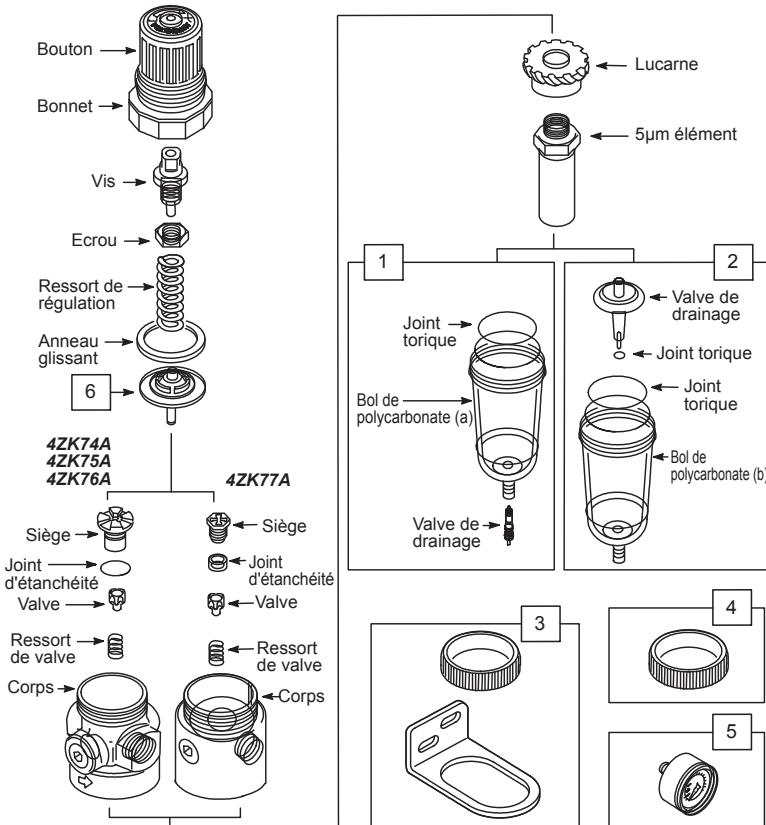

figure 2
INSTRUCTIONS D'OPERATION (Voir la Figure 2)
- Démontage (voir la figure 2)**
- Démontez conformément généralement aux pièces illustrées sur la Figure 2. Ne retirez pas le drain à moins que leur remplacement soit nécessaire. Retirez et remplacez seulement s'il y a des dysfonctionnements de la vidange ou la conversion à la vidange automatique.
- Nettoyage (voir la figure 2)**
- Assemblage (voir la figure 2)**
- Assemblez comme indiqué sur la Figure 2.